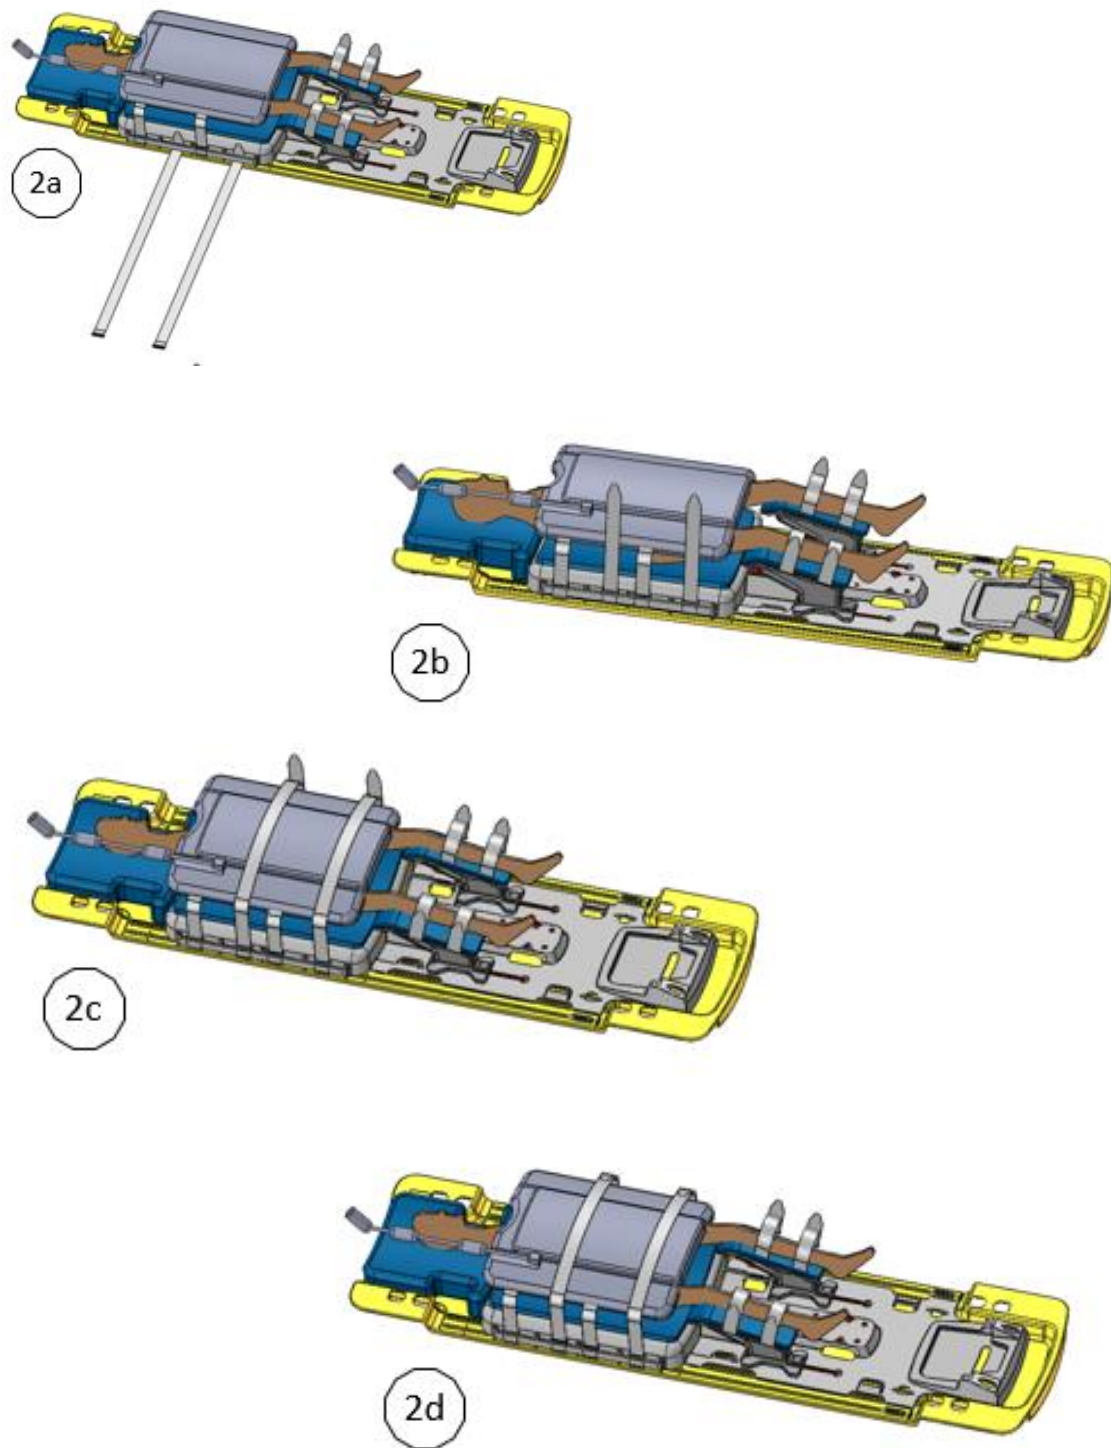

Abbildung 35: Anbringen der Vorderspulen-Gurte
3. Bringen Sie zwei Vorderspulen-Gurte an den in *Abbildung 35* gezeigten Stellen an. Das Anbringen der Vorderspulen-Gurte kann wie folgt erfolgen: